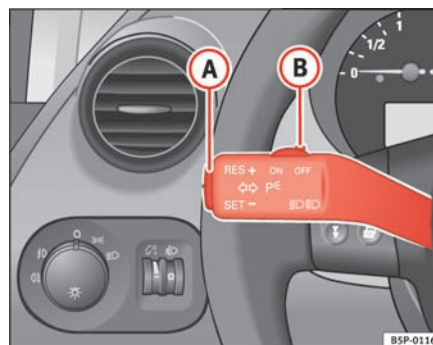

Fig. 143 Blink- og fjernlysarm: vippekontakt og kontakt til fartpilot
- Tryk på den øverste del af vippekontakten, **RES+** ⇒ fig. 143 **A** for at indstille en højere hastighed. Bilen accelererer, så længe du holder vippekontakten inde. Når du slipper kontakten, bliver den nye hastighed gemt.
Hvis du reducerer hastigheden ved at træde på bremsepedalen, bliver fartpiloten deaktiveret. Du kan aktivere fartpiloten igen ved at trykke en enkelt gang på den øverste del af vippeknappen, **RES+** ⇒ side 171, fig. 143 **A**.